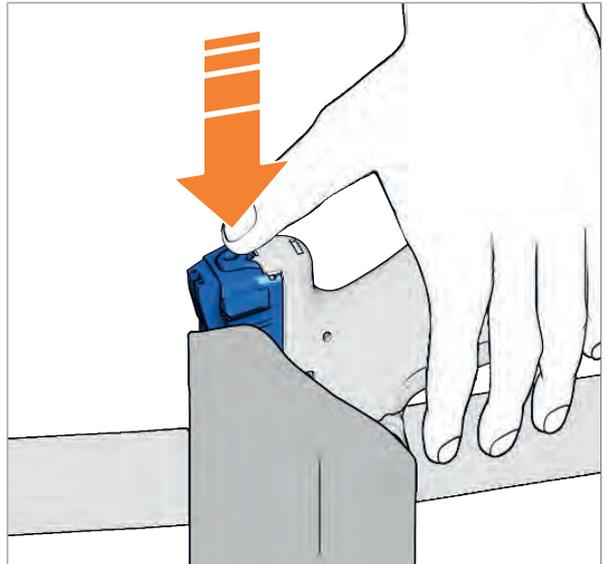

Abb. 50: Verschluss nach vorne drücken
Abhängig vom Holster kann der Verschluss nach hinten gedrückt werden, wenn Sie die Waffe in das Holster einsetzen. Drücken Sie den Verschluss beim Einsetzen mit dem Daumen nach vorne, um ein unbeabsichtigtes Öffnen des Verschlusses zu verhindern (Abb. 50).
1. Waffe in Holster einsetzen, dabei den Verschluss mit dem Daumen nach vorne drücken (Abb. 50).